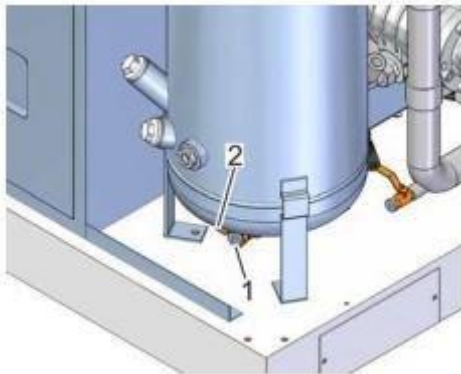

Рис. 36: Слив масла
5. ➔ Аккуратно выкрутите резьбовую пробку (Рис. 36 поз.1).
6. ➔ Аккуратно откройте сливной кран масла (Рис.36 поз.2) и проверьте вытекающую жидкость.
8. ➔ Закройте сливной кран (Рис. 36 поз. 2).
9. ➔ Снова закрутите резьбовую пробку (Рис. 36 поз. 1).